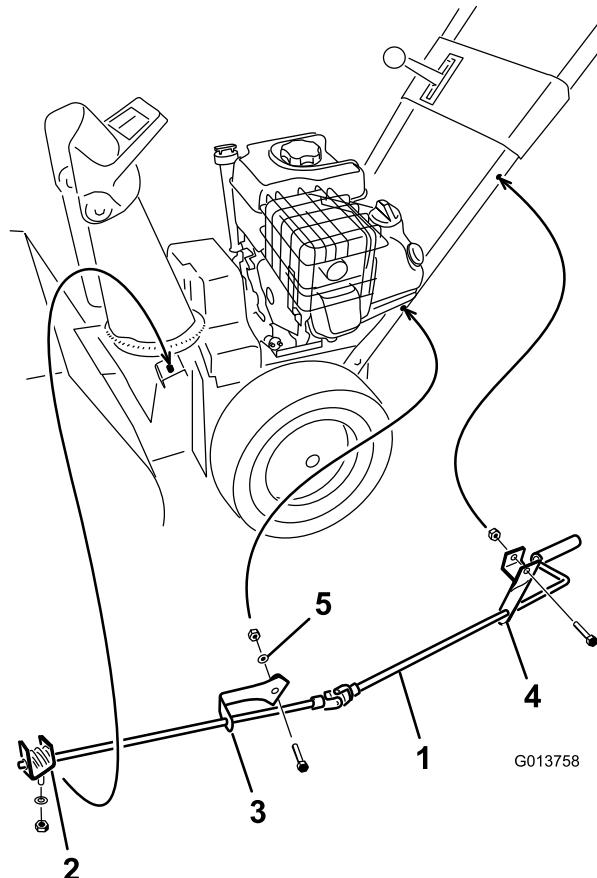

Figure 10
- Fixez le support supérieur de l'éjecteur (attaché à la tige d'orientation) au côté gauche du guidon avec un boulon et un contre-écrou Figure 10.
- Fixez le support inférieur de l'éjecteur (attaché à la tige d'orientation) au côté gauche du guidon avec un boulon, une rondelle bombée, une rondelle plate et un contre-écrou (Figure 10).
6. Serrez les contre-écrous de fixation des 2 supports d'orientation de l'éjecteur (Figure 10).